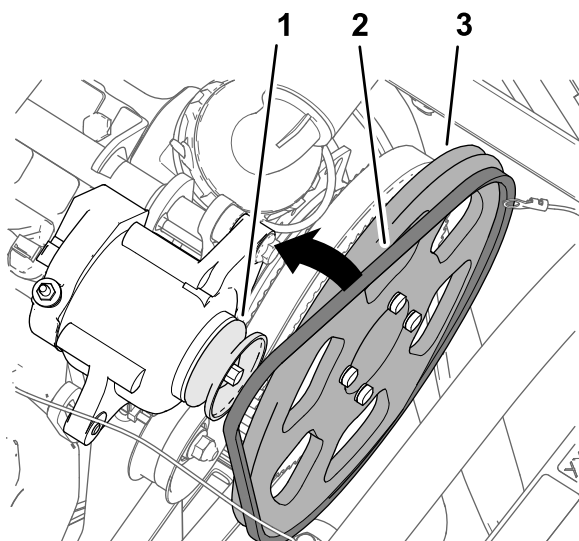

図 185
3. 駆動プーリとオルタネータのプーリにベルトを掛ける 図 185。